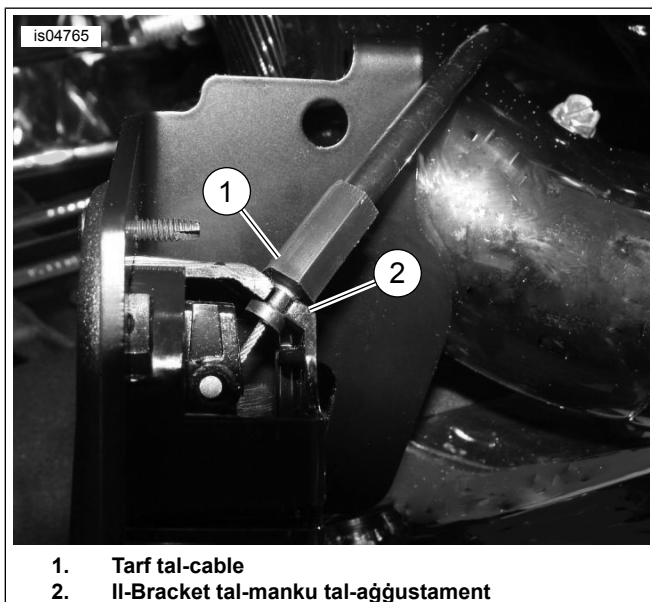

Figura 7. Il-Pożizzjoni tal-Cable tal-Aġġustament tas-Sedil (Dehra min-Naħa ta' Taħt tal-Manku Installat)
6. Ara Figura 7 . Ivverifika li t-tarf tal-cable (1) huwa marbut tajjeb fil-bracket (2) qabel ma tgħaddi l-cable tal-backrest.
13. Ara Figura 7 . Iverifika li t-tarf tal-cable (1) huwa marbut tajjeb fil-bracket (2) qabel ma tgħaddi l-cable tal-backrest.
9. Ara Figura 7 . Ivverifika li t-tarf tal-cable (1) huwa marbut tajjeb fil-bracket (2) qabel ma tgħaddi l-cable tal-backrest.